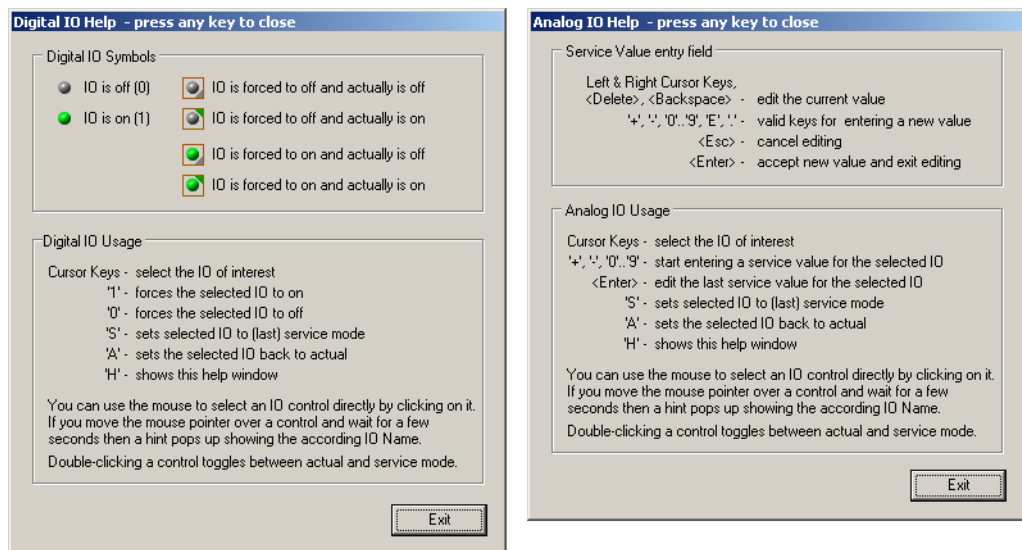

Abb. 11-5
- Ein Bit kann gesetzt werden, indem es selektiert wird (Bit ist blau unterlegt) und mit dem neuen Wert überschrieben wird, siehe Abb. 11-5, 306.
- Ein Wert kann gesetzt werden, indem er selektiert wird (Wert ist blau unterlegt) und mit dem neuen Wert überschrieben wird, siehe Abb. 11-5, 306.
- Hotkey **a** (actual) drücken. Dadurch wird auf den aktuellen Zustand (Wert) umgeschaltet, siehe Abb. 11-5, 306.